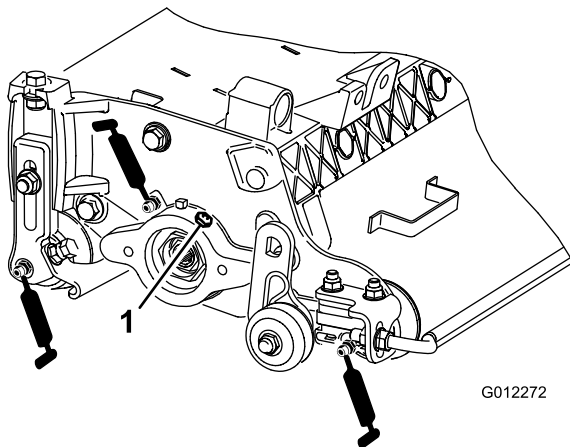

Bild 8
Jeder Vertikutierer hat 7 Schmiernippel (Bild 8), die regelmäßig mit Nr. 2 Allzweckschmierfett auf Lithiumbasis eingefettet werden müssen.
2. Tragen Sie Schmiermittel auf, bis sauberes Schmiermittel aus den Dichtungen der Rolle und dem Überdruckventil des Lagers austritt (Bild 8).